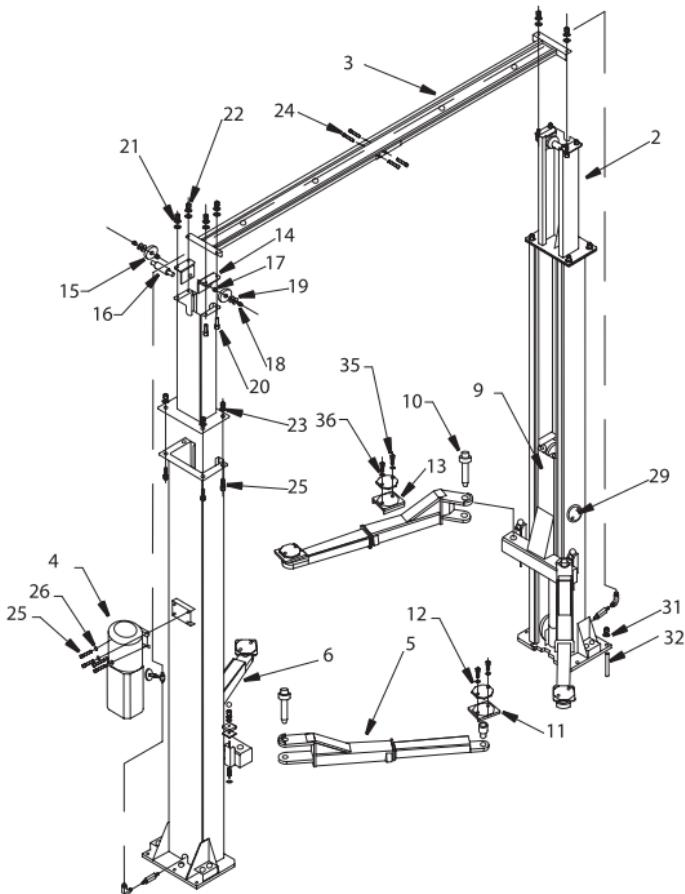

Рисунок 10 – Общий сборочный чертеж
16. Установите рычаги на каретках, применяя ось (рис. 10). (Короткие рычаги на основную стойку, длинные на дальнюю). Проверить работу блокировок рычагов подхвата. Равномерно и тугу натяните тросы синхронизации так, чтобы каретки оставались на исходной высоте и опирались о первый паз в стойках, а не висели на тросах. (Натягивайте троса поочередно понемногу).